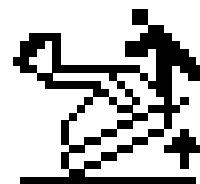

Figura 25
Cuando se extienden los brazos de carga a su alcance máximo para la altura del brazo y el peso de la carga, el InfoCenter muestra el ícono Smart Load (Figura 25); el indicador parpadea, la alarma suena y los brazos dejan de extenderse.
4. Utilice herramientas manuales para girar las fijaciones en sentido horario hasta que el freno esté libre o hasta que no pueda girar más el tornillo (Figura 25).